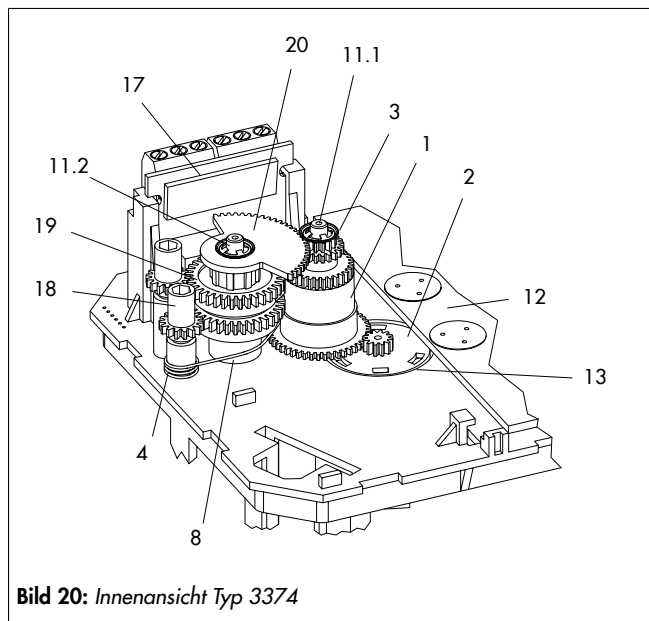
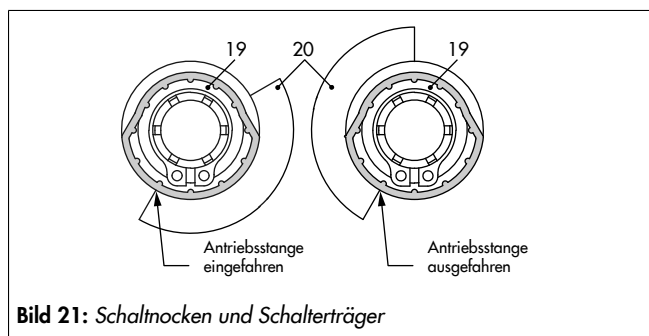

Bild 20: Innenansicht Typ 3374
Bild 21: Schaltnocken und Schalterträger
Die Schaltnocken (19) sind mit dem Nockenträger (20) und den Sicherungsringen (9) bereits zur Schaltnockeneinheit (21) vormontiert (vgl. Bild 21).
4. Einstellzahnräder (18) auf ihre Dome stecken und mit je einer Schraube (16) befestigen. Prüfen, ob sich die Einstellzahnräder leicht drehen lassen. Schraube ggf. leicht lösen.
5. Schaltnocken (19) nach Bild 21 entsprechend der Stellung der Antriebsstange auf dem Nockenträger (20) verdrehen.
6. Distanzring (8) auf den Dom (11.2) stecken und darauf achten, dass der lange Schenkel der Spannfeder zwischen den Mantelflächen von Distanzring und Zwischenrad liegt.
7. Schaltnockeneinheit (20) nach Bild 20 entsprechend der Stellung der Antriebsstange auf den Dom stecken. Dabei darauf achten, dass der äußerste Zahn der Schaltno-